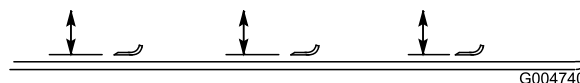

Figura 87
2. Rode a lâmina até que a extremidade fique virada para a frente e para trás e meça entre o interior da plataforma do cortador e a parte cortante na zona dianteira da lâmina (Figura 87).